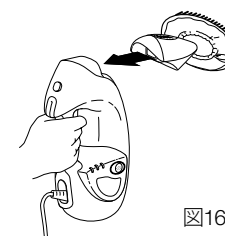

図16
- 組み立てた衣類用スチーマーを、ハンディスチーマーのメインノズルに取り付けます(図16)。